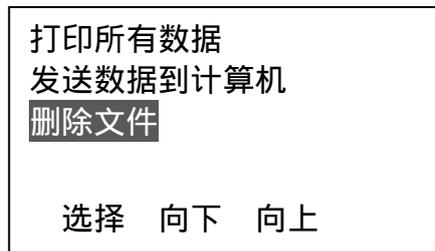

图 33
- d. 按 \leftarrow 键进入，按 \leftarrow 或 \rightarrow 键将光标移至删除文件，如图 33：